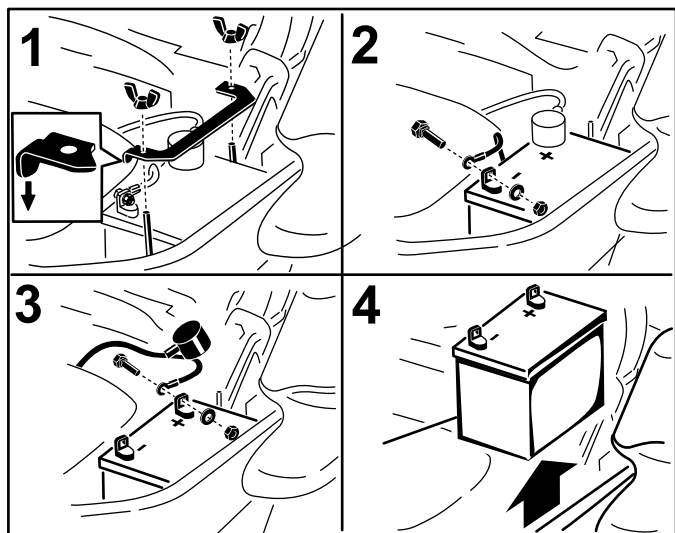

Bild 48
3. Klemmen Sie zunächst das Minuskabel (schwarz) vom Minuspol (-) (schwarz) der Batterie ab (Bild 48).
4. Schieben Sie die rote Polkappe vom Pluspol (rot) der Batterie ab, und klemmen Sie das Pluskabel (+) (rot) ab (Bild 48).
5. Nehmen Sie die Flügelmutter ab, mit denen die Batterieklemme befestigt ist (Bild 48).
6. Nehmen Sie die Klemme ab (Bild 48).
1. Legen Sie die Batterie in den Ständer, sodass die Klemmen auf der anderen Seite des Hydraulikbehälters sind (Bild 48).
4. Befestigen Sie die Kabel mit zwei Schrauben, zwei Scheiben und zwei Sicherungsmuttern (Bild 48).
6. Setzen Sie die Klemme auf und befestigen Sie sie mit der Flügelmutter (Bild 48).